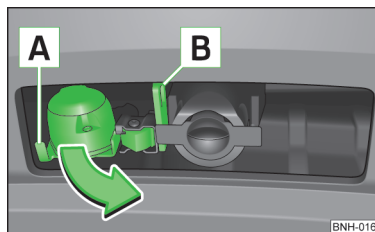

Fig. 108
- Apucați priza cu 13 pini **A** de mâner și rabatați-o în afară, în sensul săgeții » fig. 108.
- Apucați priza cu 13 pini **A** de mâner și rabatați-o spre interior, în sens contrar săgeții » fig. 108.
Inelul de siguranță **B** » fig. 108 servește la agățarea cablului de tractare al remorcii.